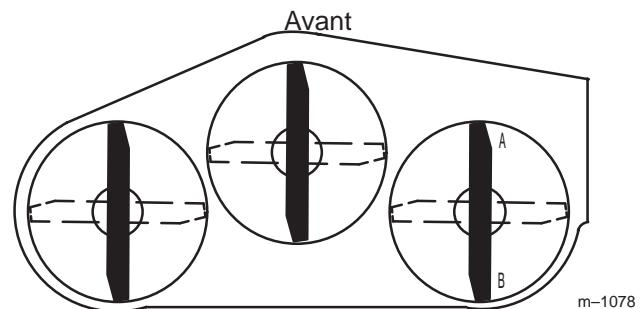

Figure 67
1. Tournez la lame droite à 180° (Fig. 67).
2. Mesurez la distance au point **A** (Fig. 67) entre la surface plane et le tranchant de la pointe de la lame droite (Fig. 68).
4. Mesurez la distance au point **B** (Fig. 67) entre la surface plane et le tranchant de la pointe de la lame droite (Fig. 68).
6. La lame doit être plus basse de **6 à 10 mm (1/4 à 3/8 pouce)** au point **A** qu'au point **B** (Fig. 67). Si ce n'est pas le cas, passez aux étapes suivantes.